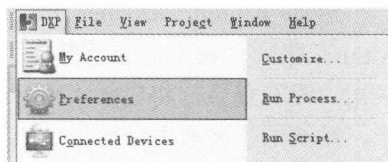

图 1-14 执行“Preferences”命令
2) 进入到软件界面，执行左上角的“DXP”→“Preferences”命令，如图 1-14 所示。